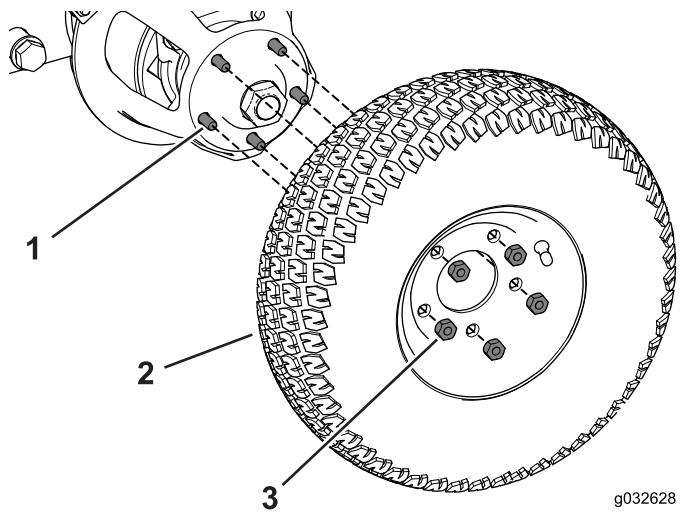

Figure 83
1. Montez la roue sur le moyeu (Figure 83).
2. Fixez les roues au cadre à l'aide des écrous de roue (Figure 83).